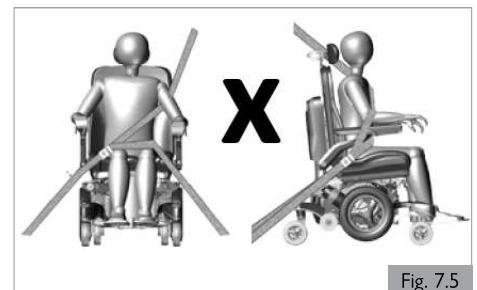

Fig. 7.5
3. Los sistemas de sujeción deben montarse en el pilar correspondiente del vehículo y no deben estar separados del cuerpo por componentes de la silla de ruedas como el reposabrazos o las ruedas (Fig. 7.5).
No coloque el cinturón de sujeción como se muestra en la Fig. 7.5.